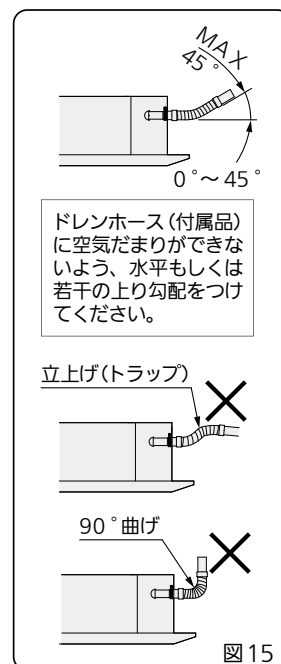

図15
- 付属のドレンホースは90°曲げで使用しないでください。(最大45°)(図15)